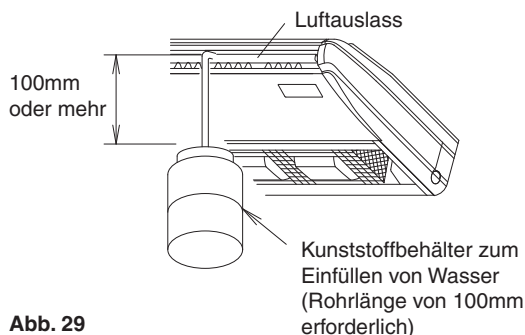

Abb. 29
(2) Nach dem Verlegen der Rohrleitungen prüfen, ob das Abfließen reibungslos erfolgt.
- Zur Überprüfung des problemlosen Ablaufens nach und nach etwa 0,6 Liter Wasser vom Luftauslass her in die Ablaufwanne gießen. **(Siehe Abb. 29)**